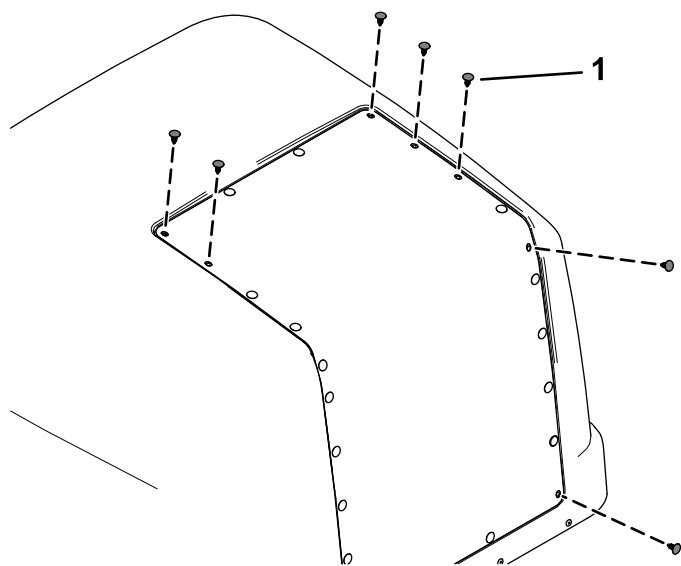

Figur 27
7. Montera hastighetsplattans fäste på markeringsfästet med fem vagnsskruvar ($\frac{1}{4} \times \frac{1}{2}$ tum) och fem låsmutter ($\frac{1}{4}$ tum) enligt **Figur 27**.